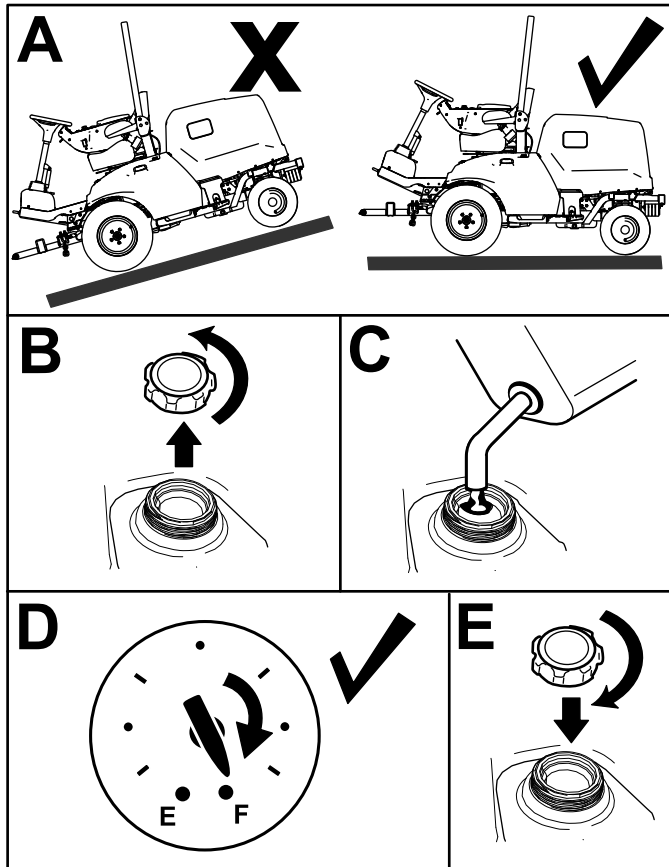

Figura 27
1. Parcheggiate la macchina su terreno pianeggiante (Figura 27), inserite il freno di stazionamento, spegnete il motore e togliete la chiave